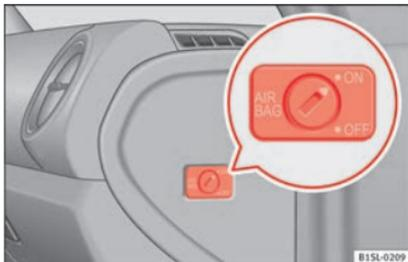

Fig. 75 No lado do passageiro: interruptor de chave para ativar e desativar o airbag frontal do passageiro.
- Com a ajuda da chave do veículo, rode o interruptor de chave para a posição **ON** » » Fig. 75.